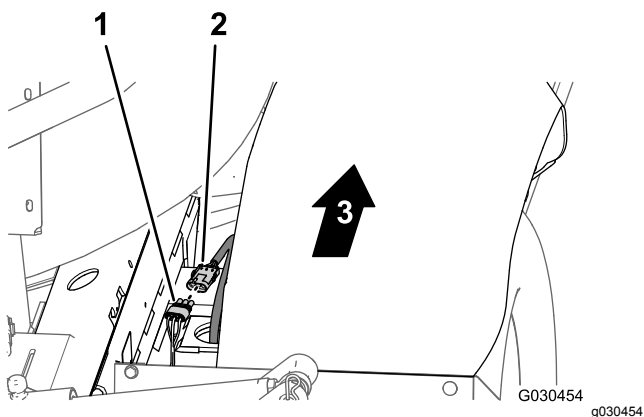

図 54
1. 機体後部右側フレームチューブと右側フェンダとの間で、後メインハーネスの3ソケットコネクタから、速度センサーハーネス右側油圧走行モータにあるの3ピンコネクタを外す 図 54。